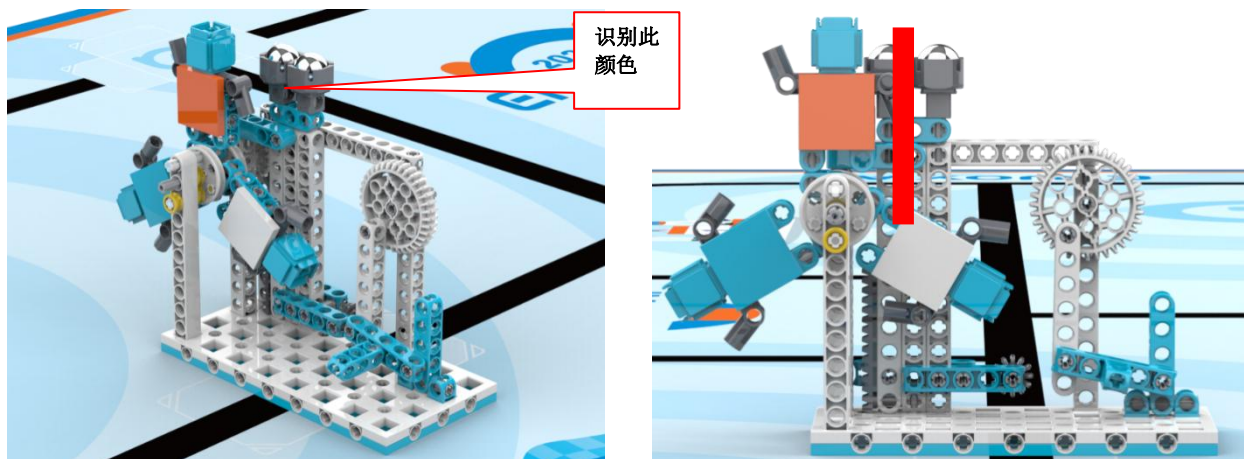

图 17 完成状态
3.8.2 机器人拨动拨杆，3 个表演人员开始旋转，直到其自然停止，机器人识别最上方表演人员衣服颜色（正视时最上方演员的衣服须与 110 梁延长线重合），同时指示灯仅亮出对应的颜色至少 2 秒，得 80 分，如图 17。